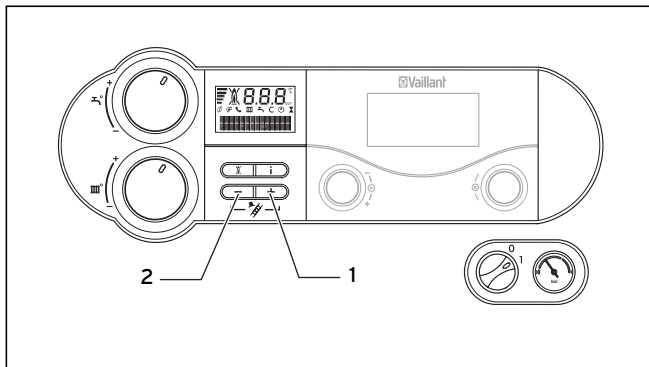

Abb. 4.19 Rauchfangkehrer-Betrieb einschalten (hier abgebildet: atmoTEC/turboTEC exclusiv)
- Drücken Sie nun gleichzeitig die Tasten „+“ (1) und „-“ (2) (siehe Abb. 4.19), um den Messbetrieb wieder zu verlassen. Der Messbetrieb wird auch beendet, wenn Sie 15 Minuten lang keine Taste betätigen.